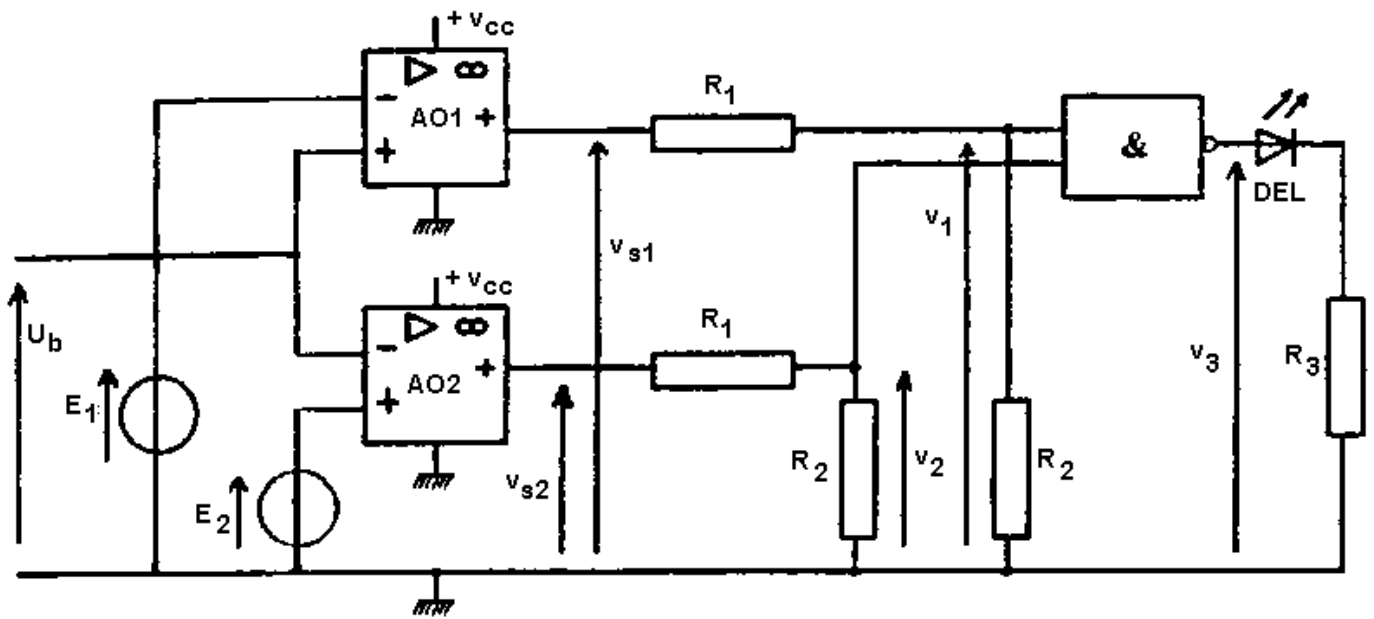

Figure 4
Les amplificateurs utilisés dans les montages des figures 4 et 5 page 6 sont considérés comme parfaits, leurs tensions de saturation sont 15 V et 0 V.
- I-/ Le montage de la figure 4 représente un système de contrôle de la tension aux bornes de la batterie ; U_b doit rester comprise entre E_1 et E_2 .